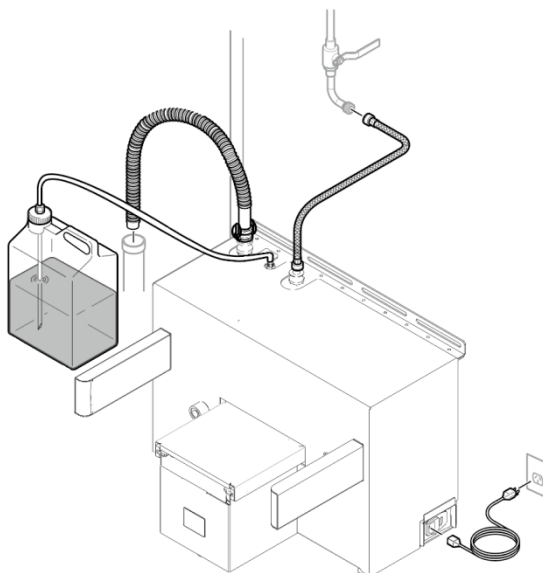

Figura 29 Para Preparar a Ancoragem
3. Toque o botão **PARAR SUCÇÃO** no ecrã de controlo principal para parar a sucção de fluido (Figura 29).